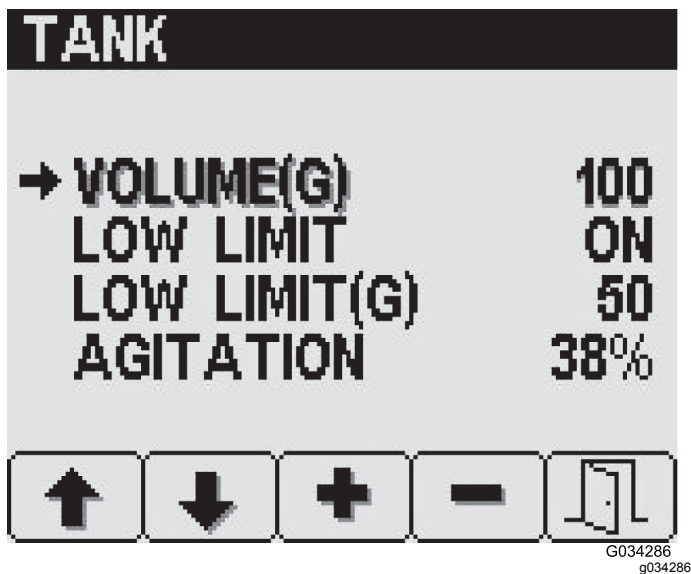

Bild 20
2. Drücken Sie Taste 2, bis Sie auf dem Eintrag sind, den Sie ändern möchten (Bild 20).
3. Stellen Sie den gewünschten Wert mit den Tasten 3 und 4 ein (Bild 20).